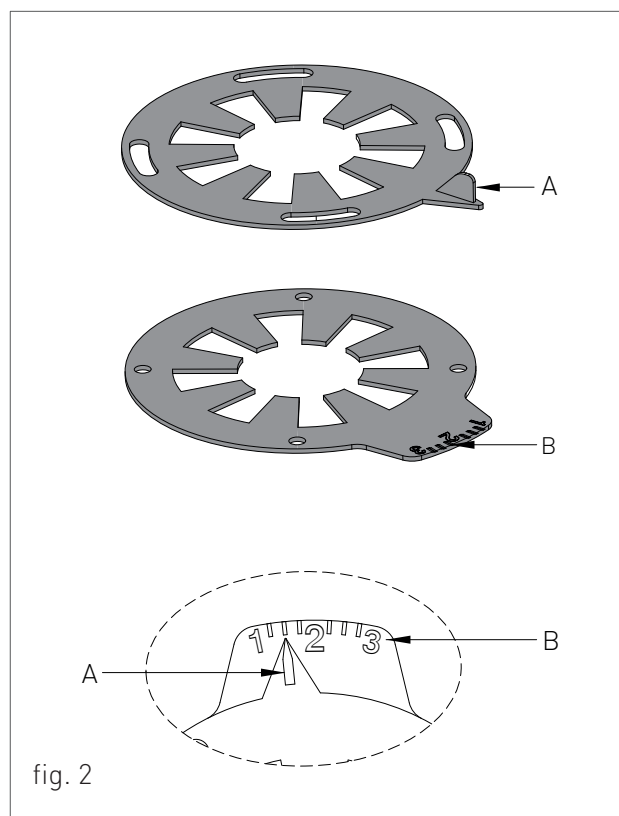

fig. 2
In abbinamento al sistema coassiale montare il Kit diaframmi regolabili codice 64112LA (vedi fig.1), mentre per il sistema sdoppiato montare il Kit diaframmi regolabili codice 64053LA (vedi fig.2).
Per effettuare la regolazione dei diaframmi procedere nel seguente modo (vedi fig.2):
- › Se venisse indicato: 'senza premarcature', bisognerà eliminare tutte le premarcature (PR-fig.2) presenti nei diaframmi.
- › Spostare l'indice di riferimento (A-fig.2) scorrendo sull'indice graduato (B-fig.2) secondo la regolazione da effettuare;
- > Spostare l'indice di riferimento (A-fig.2) scorrendo sull'indice graduato (B-fig.2) secondo la regolazione da effettuare;